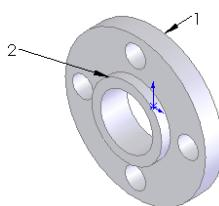
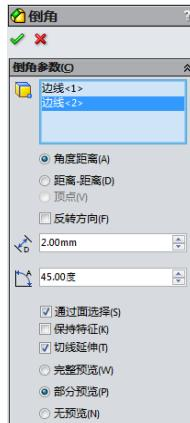
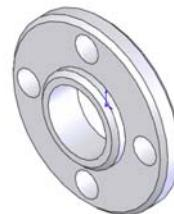

图 4-55 切除拉伸的图形
图 4-56 “倒角”属性管理器
图 4-57 倒角后的图形
**15** 设置视图方向。单击“标准视图”工具栏中的“等轴测”图标 $\text{A}$ ，将视图以等轴测方向显示，结果如图 4-55 所示。
**16** 创建倒角。在菜单栏中选择“插入” $\rightarrow$ “特征” $\rightarrow$ “倒角”命令，或者单击“特征”工具栏中的“倒角”图标按钮 $\text{C}_\text{a}$ ，此时系统弹出如图 4-56 所示的“倒角”属性管理器。在“距离”一栏中输入 2mm；在“边和线或面”一栏中用光标选择图 4-55 中的边线 1 和边线 2。单击属性管理器中的“确定”按钮图标 $\checkmark$ ，结果如图 4-57 所示。